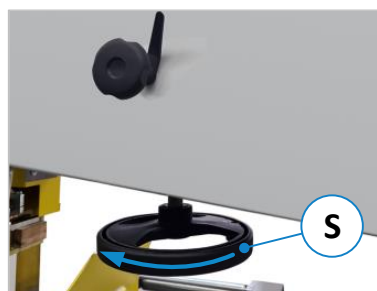

Figure 57 : tension de la lame de scie
Réglez d'abord la roue supérieure de la scie à ruban sur la position la plus basse à l'aide du volant (S) pour la tension de la lame (⇒ Figure 57), afin de pouvoir monter la nouvelle lame sans tension. Si une lame de scie à ruban installée doit être remplacée, elle est maintenant détendue et peut être retirée.
- Cette option ne sert expressément pas à régler la tension de la lame de scie, mais signale uniquement une tension insuffisante ou absente de la lame de scie. Le réglage de la tension des lames doit toujours être effectué à l'aide du volant (voir ⇒ Figure 57) et de l'indicateur de tension des lames (A).